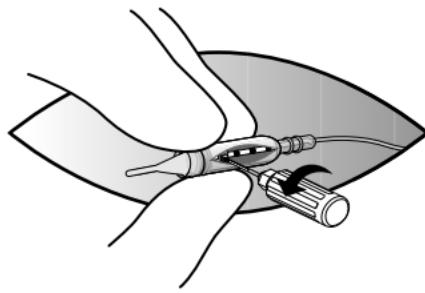

Figura 6. Allentamento della vite di arresto.
6. Allentare la vite di arresto del blocco connettore ruotandola in senso antiorario (approssimativamente di un giro) con il cacciavite torsiometrico (Figura 6).